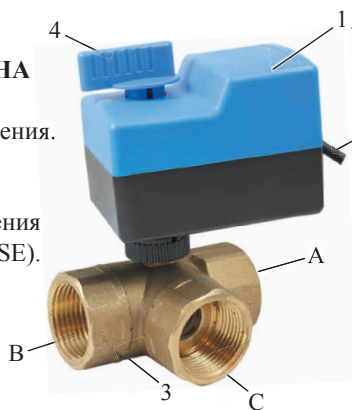

Рис. 1
- В зависимости от начального положения привода на штоке крана он может работать как переключающий (рис. 1) или как смесительный (рис. 2).